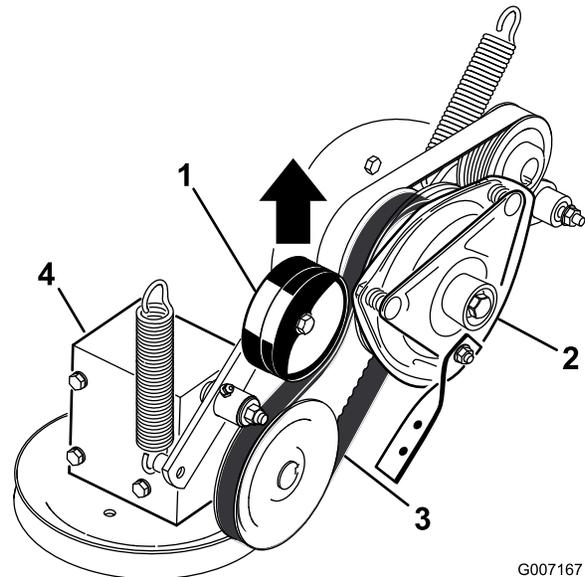

Bild 52
5. Ziehen Sie an der gefederten Spansscheibe für den Zapwellentreibriemen und nehmen Sie den Riemen von der Kupplungsscheibe ab (Bild 52).
- Ziehen Sie an der gefederten Spannscheibe für den Zapfwellentreibriemen und befestigen Sie diese an der Kupplungsscheibe (Bild 52).